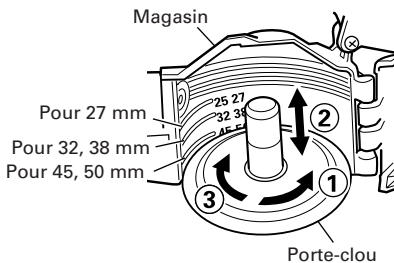

Fig. 3
Tourner le porte-clou ③ vers la droite (environ 90 degrés) jusqu'au dé clic. (Fig. 3)